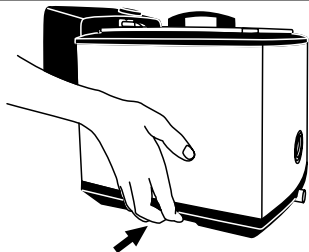

Fig.3
- No desplazar el aparato cuando esté funcionando o el aceite aún esté caliente. Con el aparato en frío, transportar el aparato haciendo uso de las asas.(Fig. 3)
- Colocar el mando termostato a la posición de mínimo (0), no garantiza la desconexión permanente del aparato.